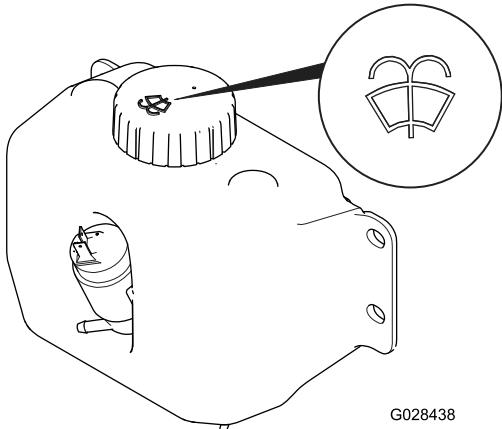

Figura 50
- Abra o capot e localize o depósito de líquido de lavagem (Figura 50).